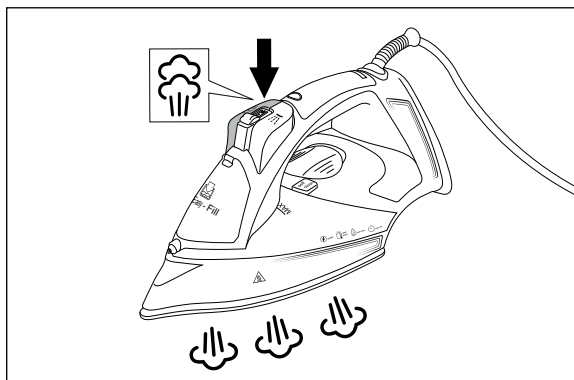

Abb. 6
- Mit der Dampfstoß-Funktion können Sie sowohl beim Dampfbügeln als auch beim Trockenbügeln (Dampfregler ❸ auf Position 0) einzelne Dampfstöße abgeben.
- 1) Lassen Sie das Dampfbügeleisen aufheizen, bis die Heizindikator-LED ❸ durchgängig leuchtet.
- 3) Drücken Sie mehrmals im Abstand von jeweils ca. 5 Sekunden kurz die Taste für den Dampfstoß ☁ ❹ (siehe Abb. 6).
- 5) Richten Sie die Wasserdüse 1 auf ein Handtuch und drücken Sie die Taste für die Sprühfunktion  5 ca. 20-mal (siehe Abb. 6).
- 12) Geben Sie frisches Wasser in das Gefäß und tauchen Sie die Bügelsohle ⑪ ein paar Mal ein, um sie abzuspülen.
- 13) Nehmen Sie das Dampfbügeleisen aus dem Gefäß und trocknen Sie die Bügelsohle ⑪ mit einem weichen Tuch ab.
① **Hinweis**
- Führen Sie nach der Entkalkung des Dampfbügeleisens immer zwei Spülvorgänge mit der Taste **self clean** ⑫ durch. Ohne eine anschließende, gründliche Spülung des Wassertanks ⑬ mit Leitungswasser oder destilliertem Wasser ist die Verwendung eines Entkalkungsmittels nicht geeignet.